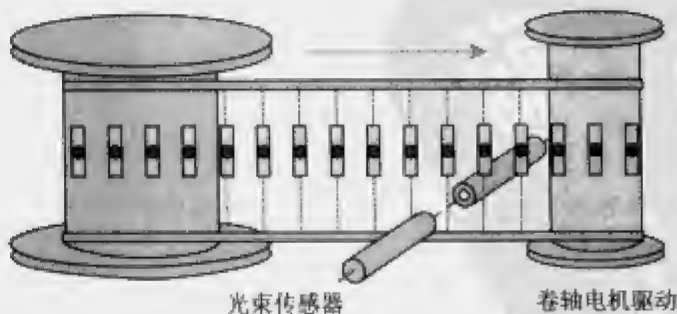

图 8-40
10. 根据图 8-40 所示的过程编写程序。一个电子装配套件的公司, 需要使用计数器来对绕制在套件上的电阻个数进行计数。当电阻数量达到 100 时, 控制器将使卷轴停止运行。然后, 工作人员将切断电阻条并且对另一个套件进行绕制。操作流程如下: